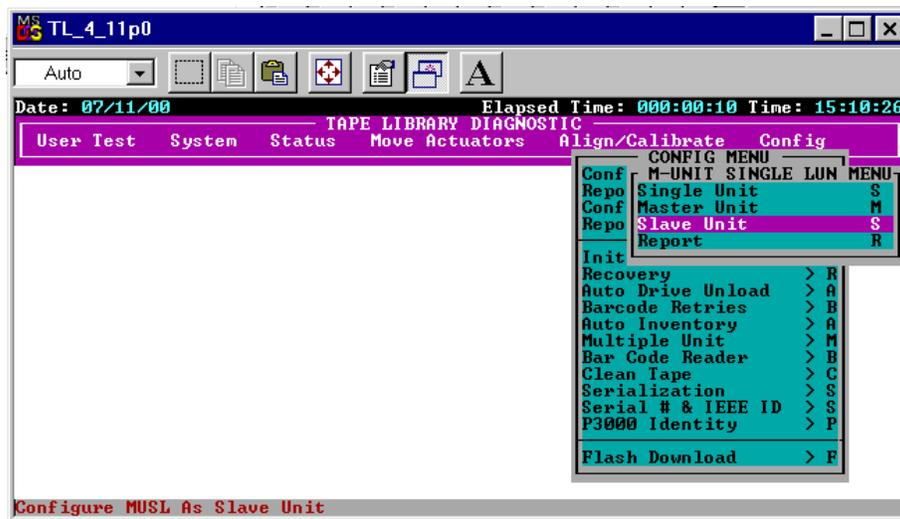

Figura 3-13. Sottomenu Multi-Unit Configuration
3. Dal sottomenu Multi-Unit, selezionare Master Unit (Unità Master) oppure Slave Unit (Unità Slave) per la configurazione della libreria (vedere la Figura 3-13). La libreria collegata all'host è la libreria master. Qualsiasi libreria in un sistema a più unità può essere un master. Le librerie rimanenti sono slave.